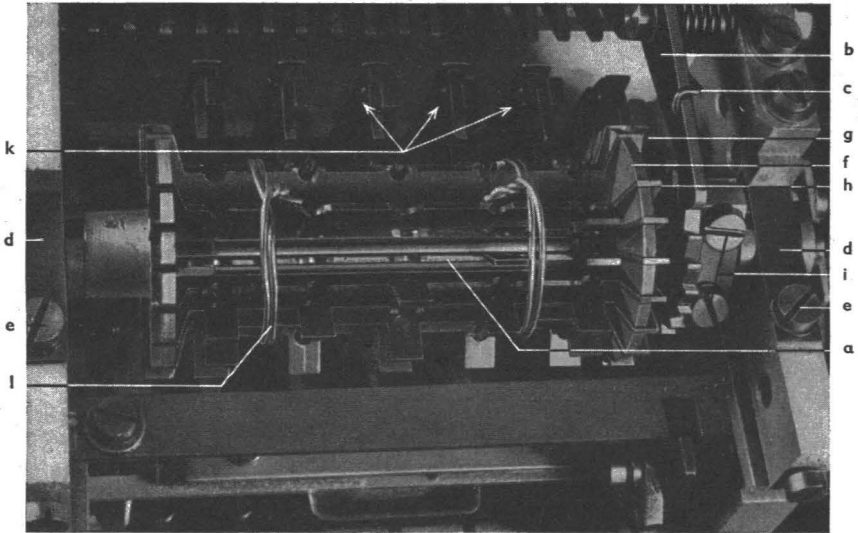

Bild 17
c) Ausbau der Namengeberwalze (Bild 17):
Die Kämmen der fertig bestückten Namengeberwalze müssen beidseitig mit dem in Kiste D vorhandenen Bindedraht festgebunden werden (Bild 17).
f) **Einbau der Namensgeberwalze (Bild 17):**